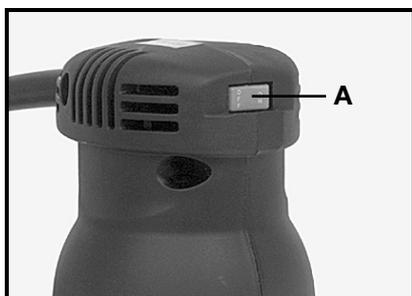

Fig. 1
3. Le bouton de l'interrupteur, (A) Fig. 1, est marqué «ON» et «OFF». Appuyez sur l'extrémité «ON» du bouton de l'interrupteur pour mettre le moteur en marche. Appuyez sur l'extrémité «OFF» du bouton de l'interrupteur pour arrêter le moteur.